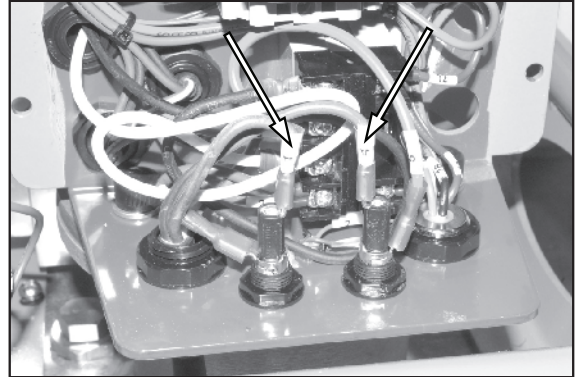

Abbildung 18.
3. Siehe Abbildung 18. Die beiden Stromkabel trennen.